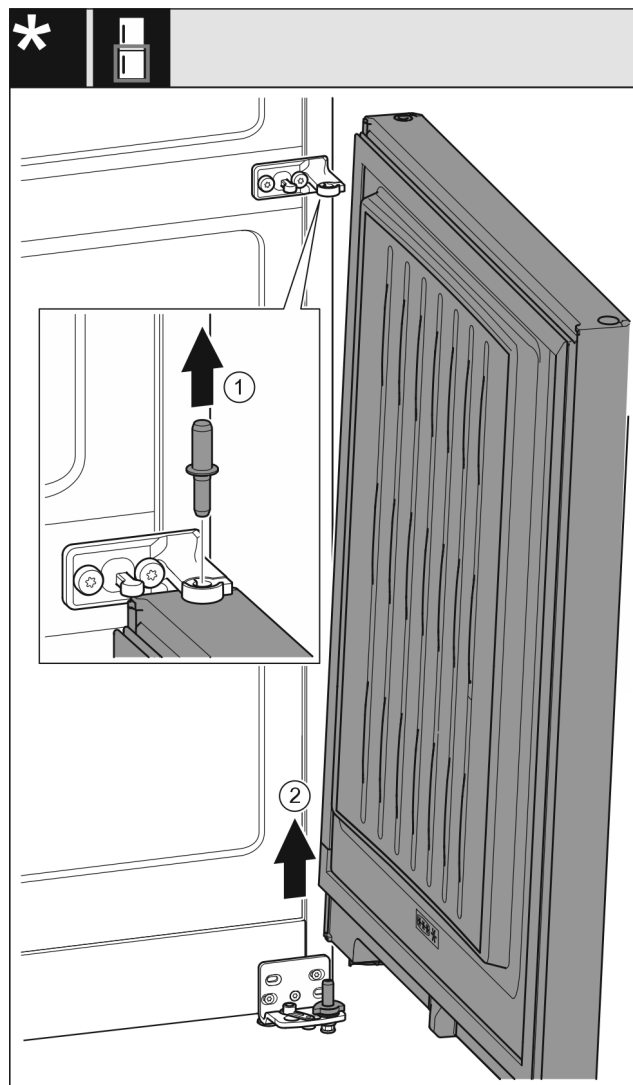

Fig. 10 Ohne Schließdämpfer
- ▶ Bolzen Fig. 10 (1) nach oben herausziehen.
- ▶ Tür Fig. 10 (2) herauschwenken, nach oben ziehen und beiseitestellen.